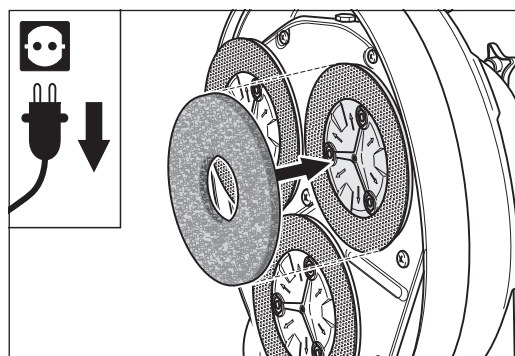

Abb. 35 Ein Normalpad mittig an einen Schleifteller drücken.
- 6 Drücken Sie ein Normalpad mittig an einen Schleifteller (Abb. 35).